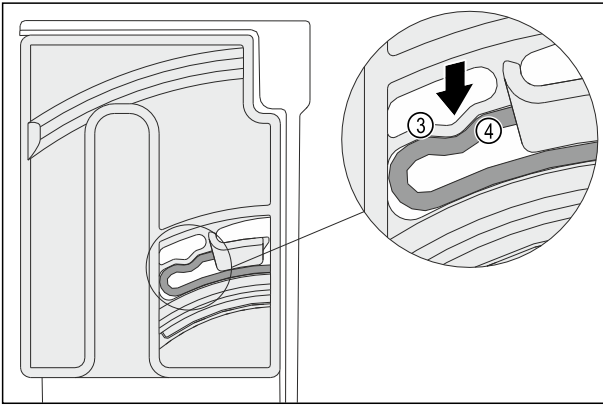

Fig. 97
- Çevirme ünitesinin esnek elemanı Fig. 97 (3), oluğun Fig. 97 (4) yuvarlak şekline duyulacak şekilde yerleşir.